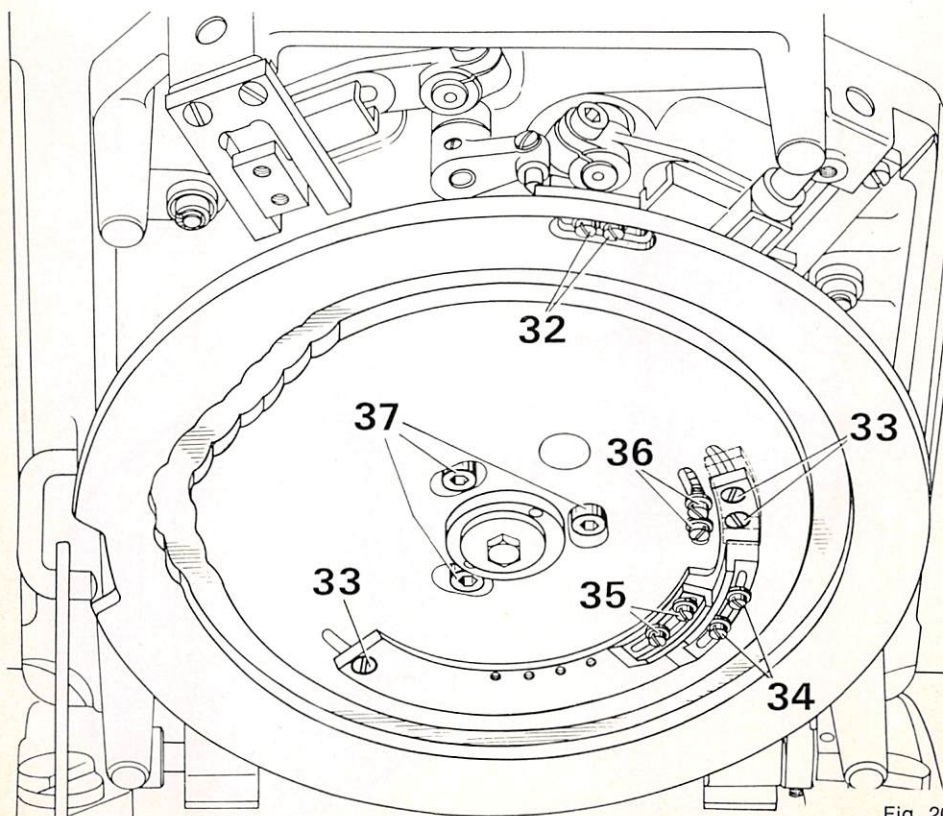

Fig. 20
**20. Mounting the feed cam (Fig. 20)**